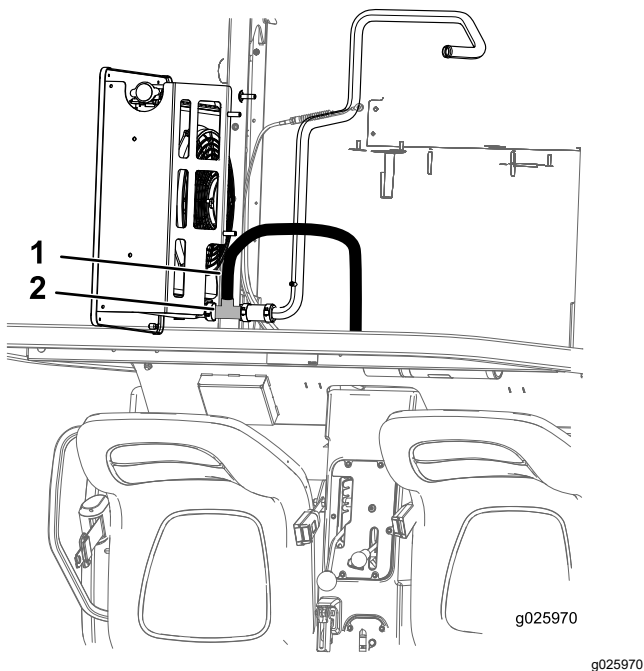

Figura 10
4. Corte la manguera inferior del radiador y conecte el acoplamiento en T a los extremos recién cortados de la manguera inferior del radiador con 2 abrazaderas anchas (Figura 10).